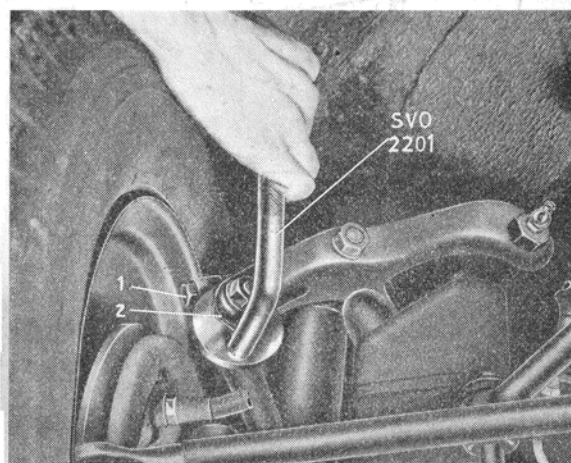

Bild 34. Justering av axel- och hjullutning.
Axellutningen skall vara $-3/4^\circ$ — $+1/4^\circ$. Den justeras genom att man lossar klämskruven (1 bild 34) och därefter vrider excenterbussningen (2). Använd nyckel SVO 1411 B om bussningen är av det gamla utförandet med nyckelvidd 28,5 mm och nyckel SVO 2201 om bussningen är av nya utförandet med nyckelvidd 34,3 mm. Ett varvs vridning ändrar vinkeln $1/2^\circ$. *Obs!* att om hjulet har rätt lutning (camber) vridningen måste göras ett helt varv, enär i annat fall hjulets lutning ändras. Drag till klämskruven innan axellutningen kontrollmätas.
Efter axellutningen justeras hjullutningen. Hjullutningen skall vara $-1/4^\circ$ — $+1/2^\circ$. Den justeras genom att klämskruvens lossas och excenterbussningen vrids med nyckel SVO 1411 B resp. SVO 2201 (bild 34). En ändring av hjullutningen medför en mindre ändring av axellutningen, vilket dock saknar betydelse.